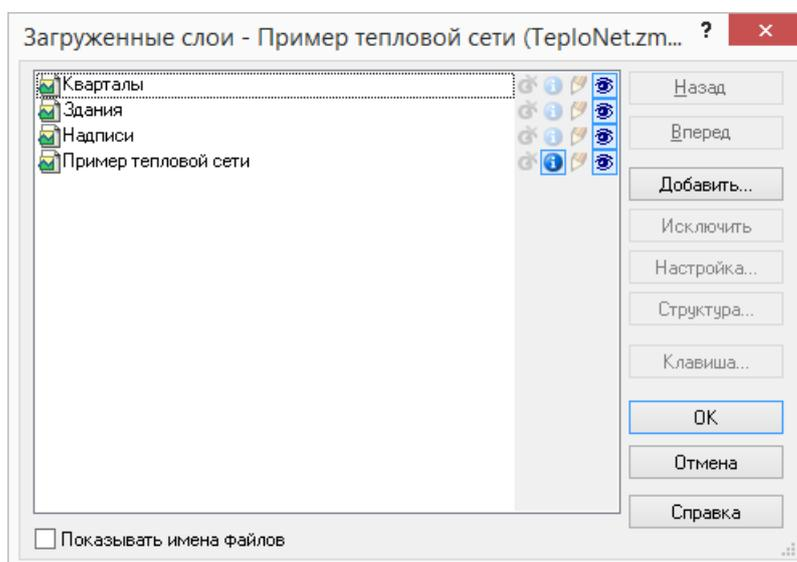

Рисунок 15.2. Окно выбора слоя
3. Нажмите кнопку Слой..., выберите слой рассчитываемой тепловой сети в открывшемся диалоге (см. Рисунок 15.2, «Окно выбора слоя») и нажмите кнопку ОК чтобы подтвердить выбор и закрыть диалог;